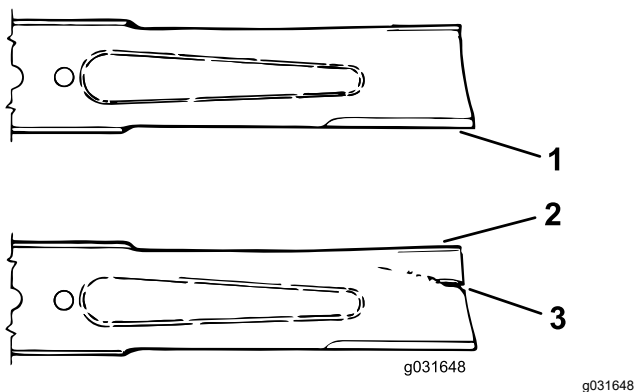

Figura 73
- Examine cuidadosamente los extremos de corte de la cuchilla, sobre todo en el punto de reunión entre la parte plana y la parte curva de la cuchilla (Figura 73).